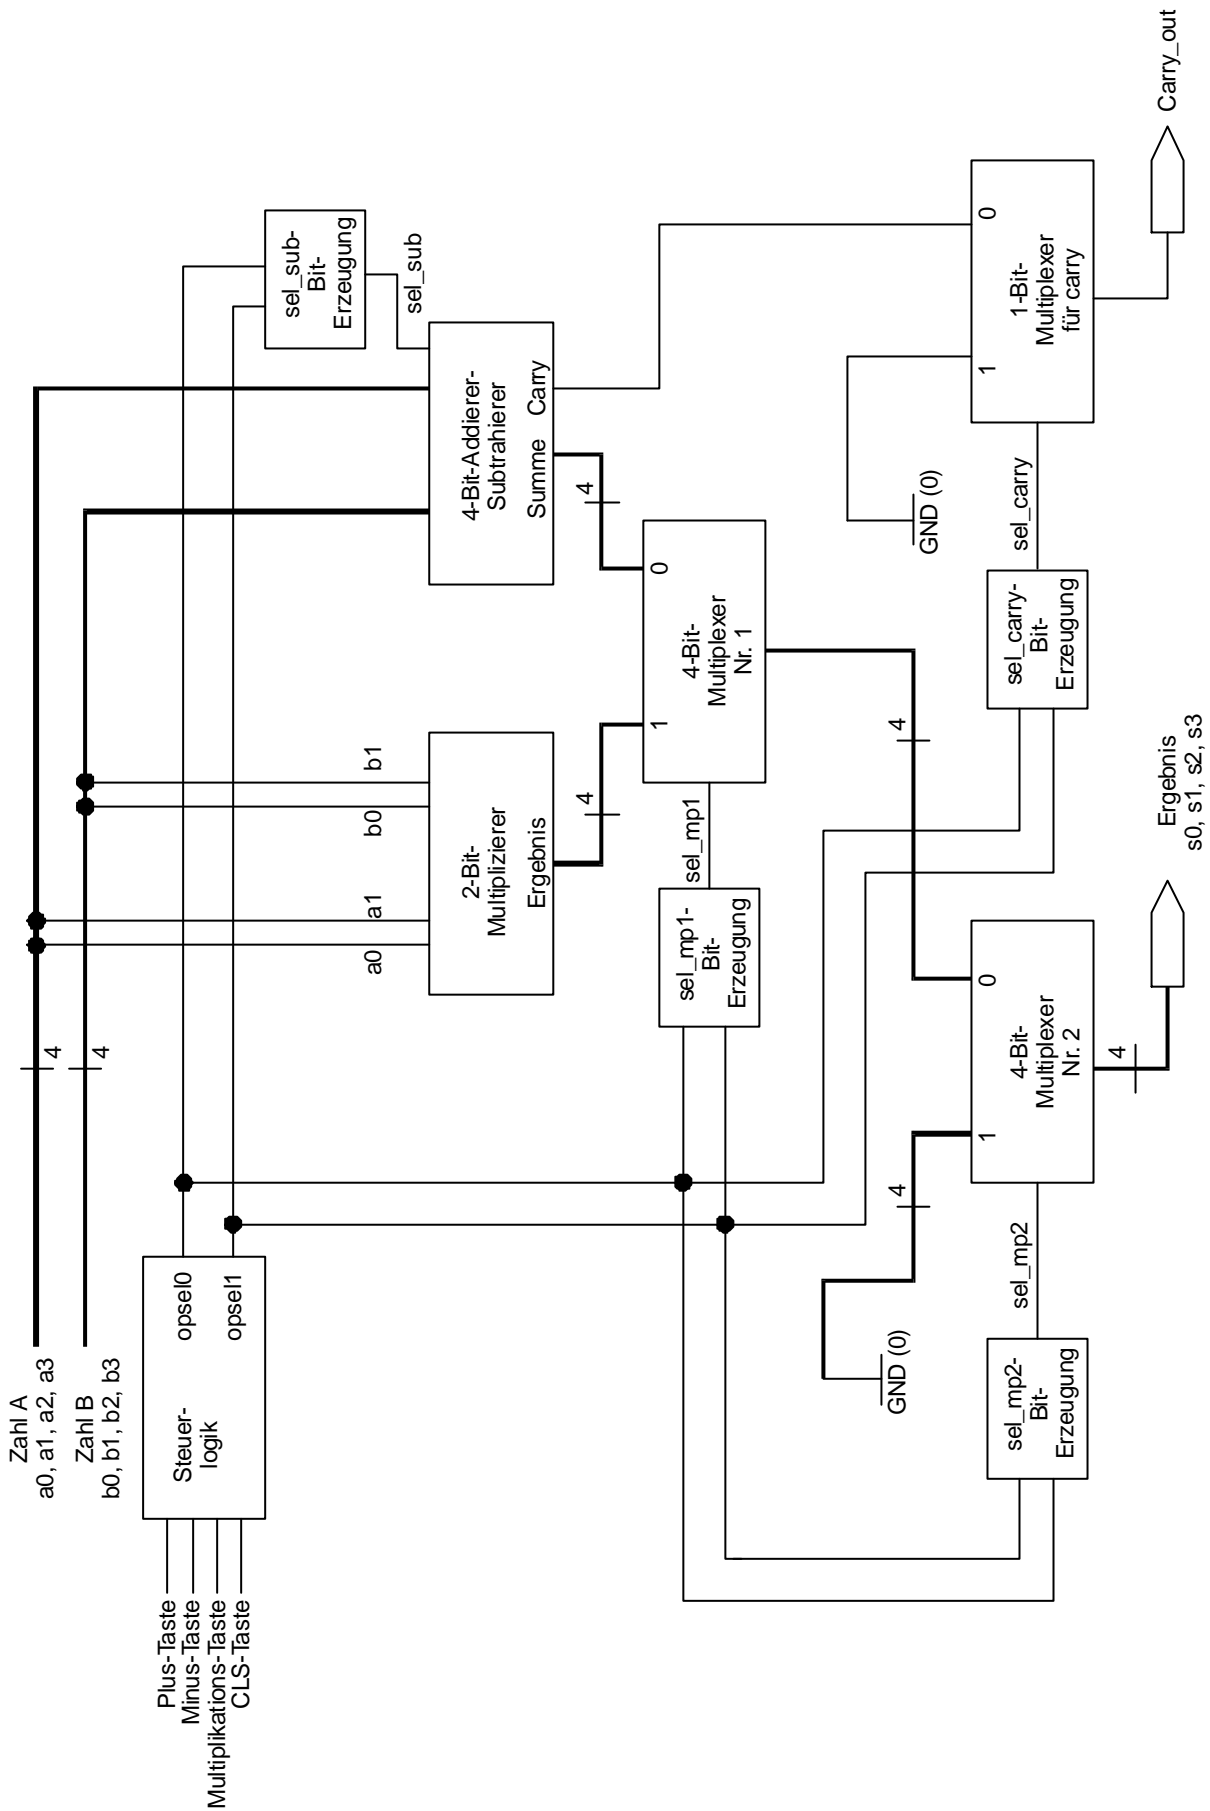

Abbildung 2: Blockschaltbild des zu programmierenden Rechners
In Abbildung 2 ist das Blockschalbild des geplanten Rechners zu sehen, der in diesem Versuch programmiert und aufgebaut werden soll.
- Entwerfen Sie den 4-Bit-Addierer/Subtrahier aus Abbildung 2, der einen 4-Bit-Carry-Chain-Addierer enthalten soll. Mit einem Bit `sel_sub = 1`, soll die Subtraktion ausgewählt werden können. Skizzieren Sie den entsprechenden Schaltkreis.
- Geben Sie nun den kompletten Rechner aus Abbildung 2 als GDF-File unter der Verwendung der zuvor erzeugten Symbole ein. Da es sich, wie Sie sicherlich herausgefunden haben, bei den Schalkreisen zur Erzeugung der Selektionssignale `sel_sub`, `sel_mp1`, `sel_mp2` und `sel_carry` nur um einzelne Gatter handelt, ergänzen Sie diese nun direkt in Ihrem GDF-File für den Rechner.